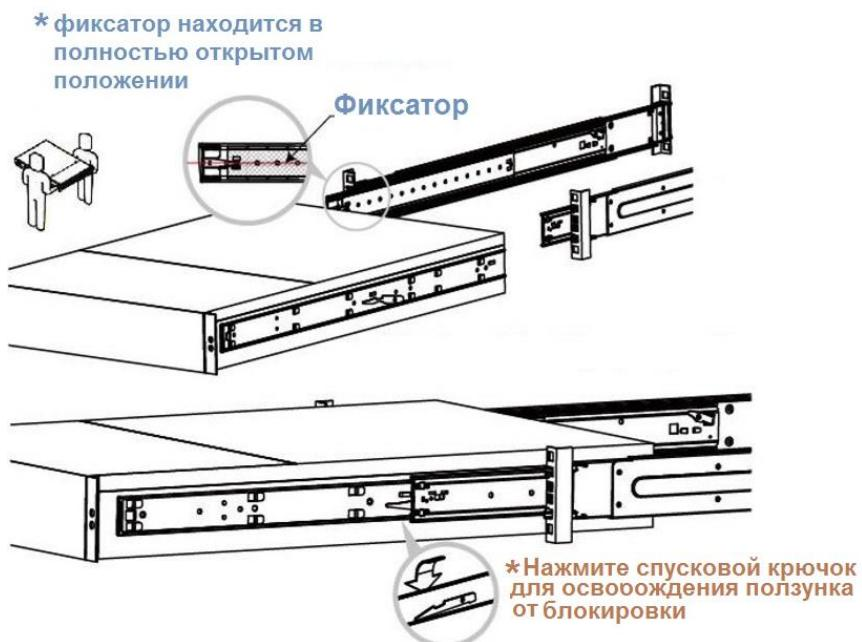

Рисунок 158 – Монтаж модуля в шкаф
- Установите корпус модуля хранения в стойку. Вставьте внутренние элементы телескопических направляющих в ответные части закрепленные в стойке, как показано на рисунке (см. Рисунок 158). Важно проверить, что перед установкой на шасси, фиксатор находится в полностью открытом положении. Если фиксатор не в полностью открытом положении при монтаже направляющих обратно в стойку, необходимо разблокировать стопор, нажав на рычажок фиксатора.